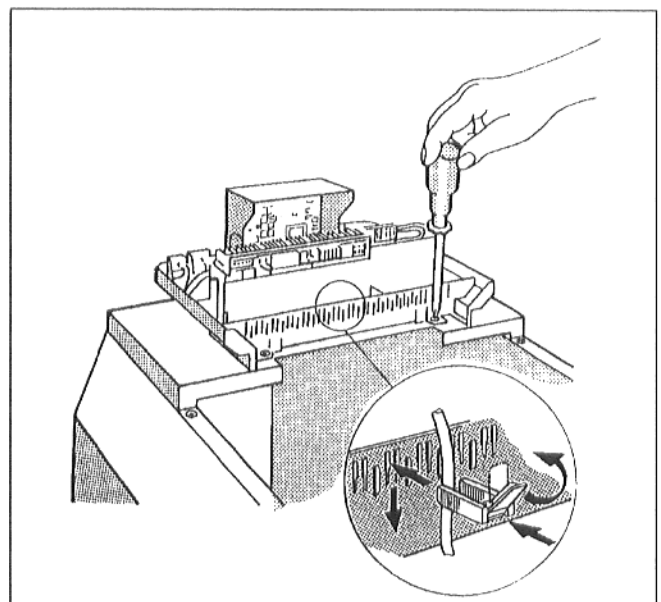

Fig. 18
- Fixer l'appareil de régulation sur la jaquette supérieure de la chaudière à l'aide de deux vis (Fig. 18).
- Fixer tous les câbles à l'aide de serre-câbles : enfoncer le serre-câble muni du câble dans le haut des fentes du cadre de fixation des serre-câbles; la nervure du levier doit être dirigée vers le haut. Pousser le serre-câbles vers le bas et l'enfoncer. Rabattre le levier vers le haut (Fig. 18).